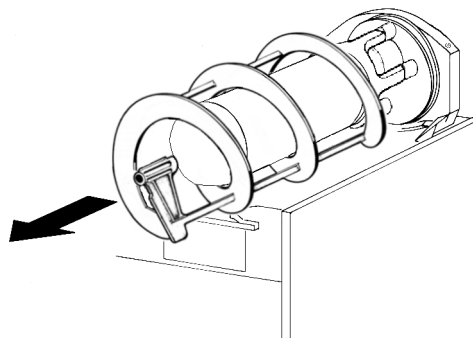
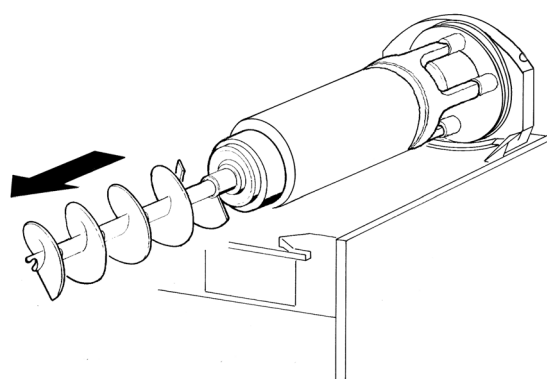

figura 8
figura 9
- 3** Desenfiar del evaporador el rascador exterior (ver figura 8) y después el rascador interior (ver figura 9).